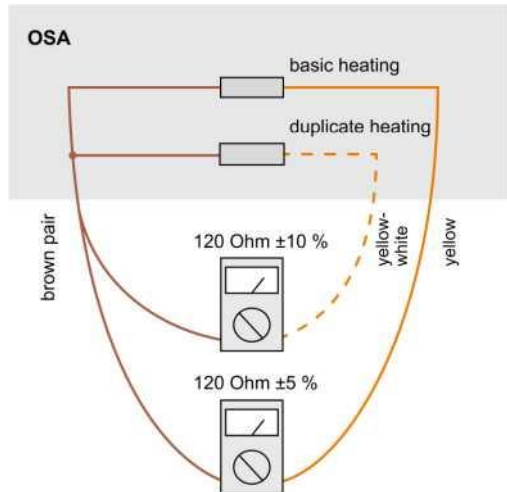

Figure 4.1. Organizarea internă a senzorului OSA
**Este necesar să:** verificați senzorul de precipitații și integritatea cablului acestuia. Deteriorarea este determinată dacă este imposibil să încălziți senzorul de precipitații la 10 °C pentru mai mult de 6 ore. Conectați încălzitorul de rezervă — fir galben-alb (Fig. 4.1). Dacă problema persistă, contactați Centrul de service.